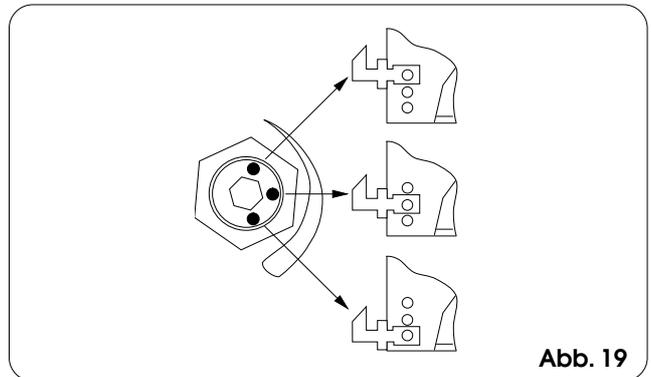

Abb. 19
- Je nach der ausgeführten Höheneinstellung der Flügel kann eine Versetzung der beiden Haken auf eine andere Bohrung erforderlich sein (hierbei ist auf Abb. 19 Bezug zu nehmen, um diese Bohrung je nach Position der auf dem Einstellzapfen des Gleitrades vorhandenen Punzierung zu bestimmen).